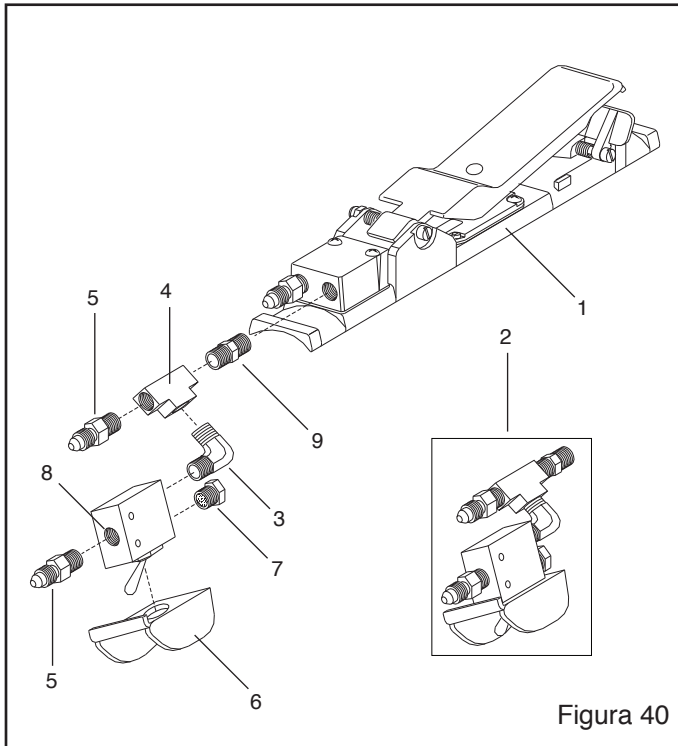

Figura 40
9.7 RLX Mango de Control Neumático con ACS, Figura 40